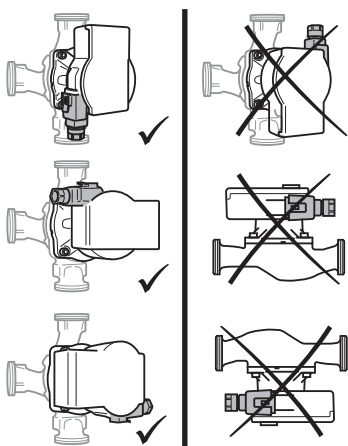

Fig. 2: Položaji ugradnje
- Mjesto ugradnje odaberite odgovarajuće dopuštenom položaju ugradnje (Fig. 2).
- Obratite pozornost na dopušteni ugradbeni položaj (Fig. 2) pumpe, po potrebi okrenite glavu motora (2+6).
- Da biste olakšali zamjenu pumpe, ispred i iza pumpe ugradite zaporne armature. **OPREZ! Propuštanje vode može oštetiti regulacijski modul! Gornju zapornu armaturu bočno usmjerite tako da voda koja propušta ne može kapati na regulacijski modul (6).**
- Obratite pozornost na dopušteni položaj ugradnje (Fig. 2) i strelicu smjera strujanja na kućištu pumpe (1).
- Čvrsto pritegnite 4 vijka kućišta (5).